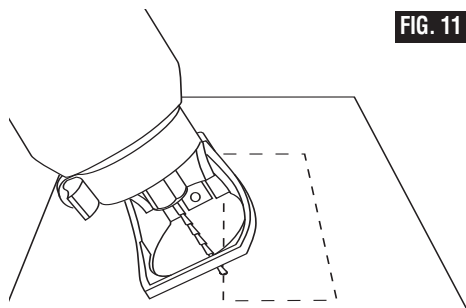

FIG. 11
Étape 3 : Tenir solidement l'appareil et entamer la matériau avec l'embout Zip à un angle de 45° (Fig. 11).